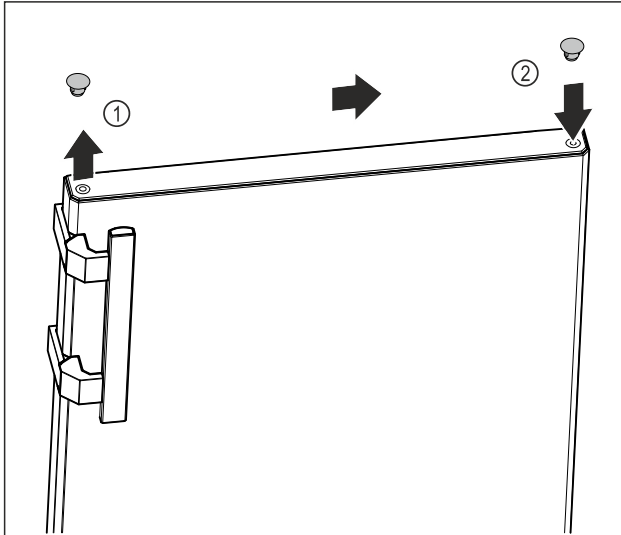

Fig. 14
- ▶ Sollevare il coperchio a tappo sulla parte superiore dello sportello Fig. 14 (1) con cautela con un cacciavite a taglio.
- ▶ Inserire il coperchio a tappo sul lato opposto. Fig. 14 (2)